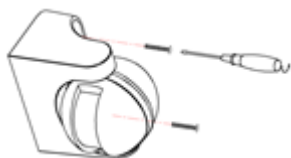

Figura 1
- Allentare la vite sul retro e liberare la parte inferiore (fare riferimento alla figura 1).